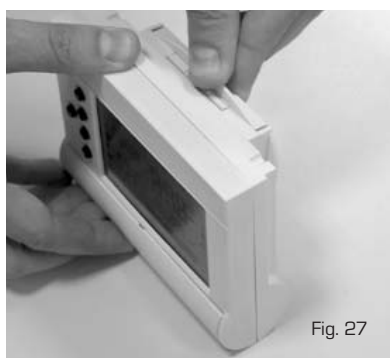

Fig. 27
- 2) Staccare l'adattatore dal telecomando facendo forza con le dita sull'apposita "lunetta" (fig. 27).